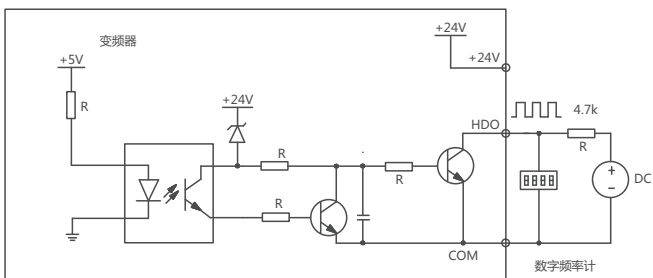

图5-8 输出端子HDO连接方式2
b) HDO用作数字脉冲频率输出, 也可使用外部电源, 接线方式如图5-8所示。